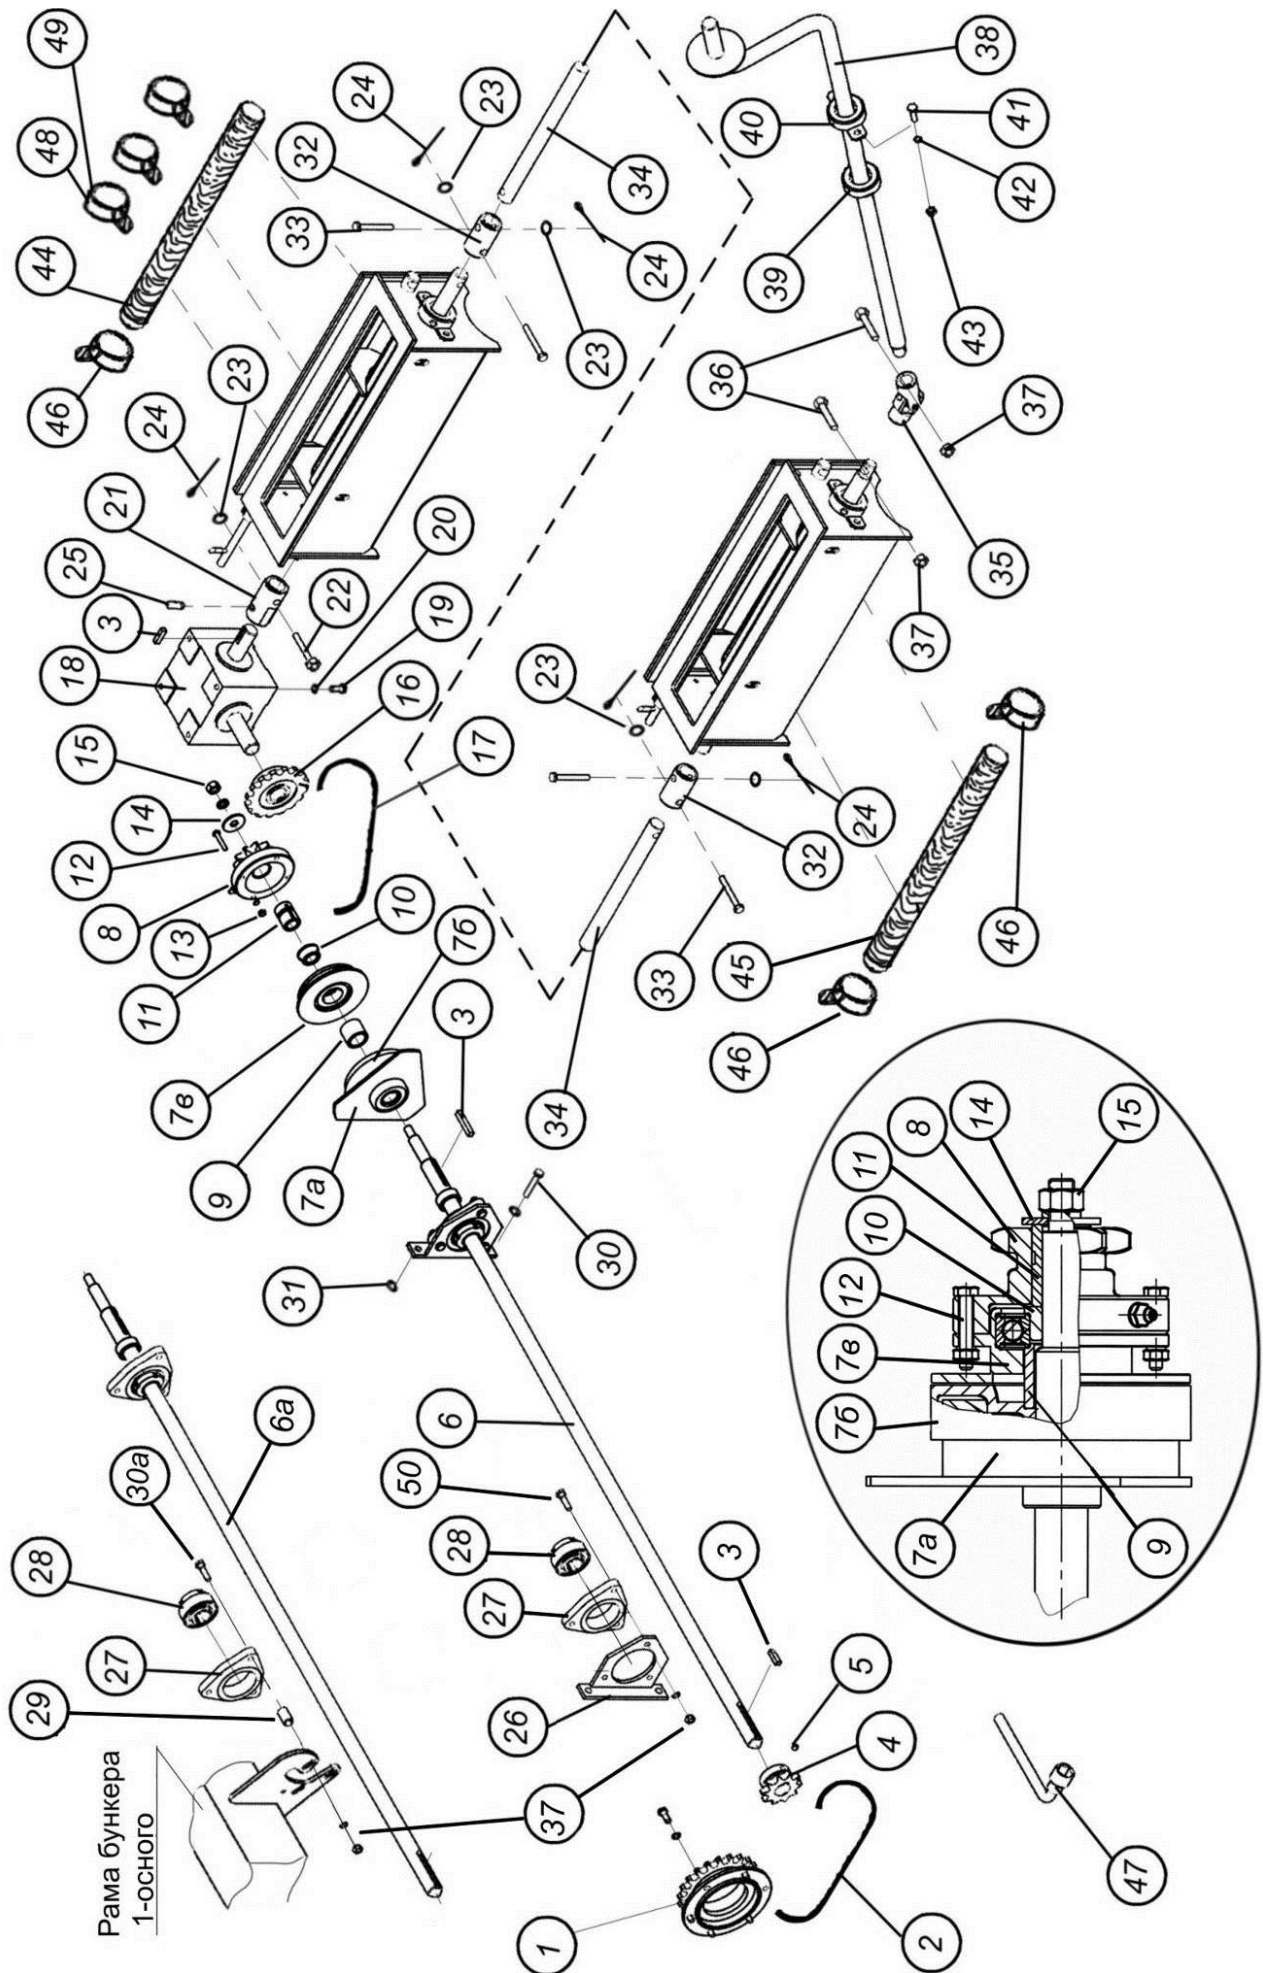

Рис. 7.2.9. Привод высевающего механизма.
7.2.9.2. Привод высевающего механизма (бункер 1-осный V=10м3) (рис. 7.2.9.1)